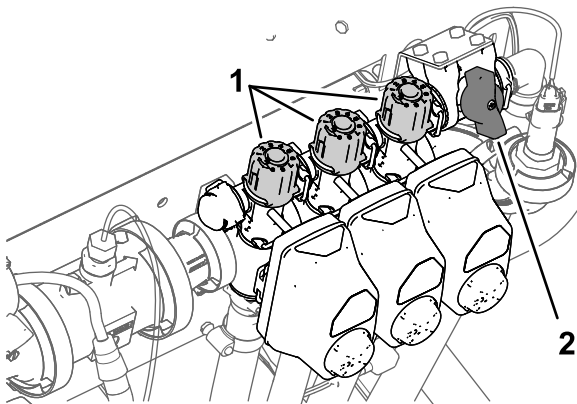

Bild 29
- Stellen Sie den linken Abschnittschalter ab und stellen das Handrad für das Abschnittsicherheitsventil (Bild 29) ein, bis die angezeigte Dosierung dem vorherigen Niveau gemäß der Tabelle entspricht.
- Stellen Sie das Handrad für das rechte Abschnittsicherheitsventil (Bild 29) ein, bis die Dosierung gemäß der Tabelle am vorherigen Niveau liegt.
- Stellen Sie das Handrad für das mittlere Abschnittsicherheitsventil (Bild 29) ein, bis die Dosierung gemäß der Tabelle am vorherigen Niveau liegt.